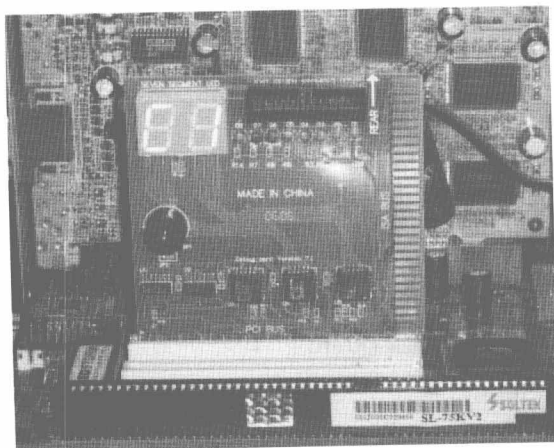

图 1-16 将故障诊断卡插入 PCI 插槽
步骤② 将故障诊断卡插入 PCI 插槽中，接着打开电源，观察各个发光二极管指示是否正常，如果不正常，关闭电源，根据显示的结果判断发生故障的部件，并排除故障，如图 1-16 所示。